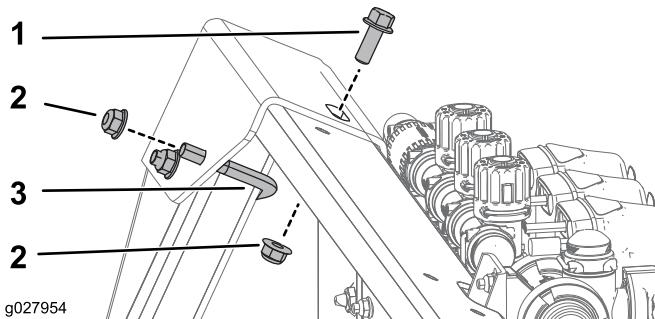

**Bild 2**
1. Befestigen Sie die obere Halterung mit einer Schraube (1/4-20" x 3/4"), einer Mutter (1/4-20"), einer Schraube (5/16-18" x 1", GR5) und einer Bundmutter (5/16-18"), wie in Bild 2 abgebildet.